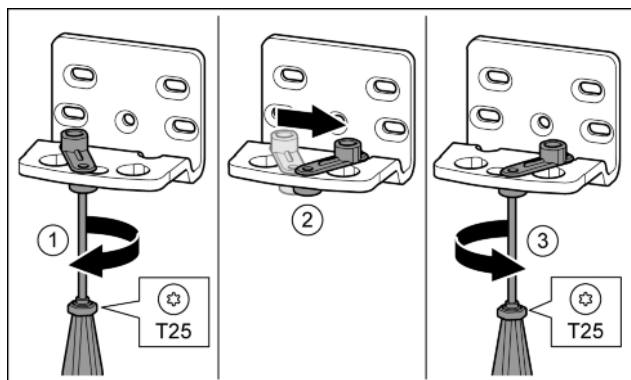

Fig. 17
- ▶ Desfaceți șurubul cu șurubelnița T25. *Fig. 17 (1)*
- ▶ Ridicați dispozitivul auxiliar de închidere a ușii și rotiți-l cu 90° spre dreapta în orificiu. *Fig. 17 (2)*
- ▶ Înșurubați ferm șurubul cu șurubelnița T25. *Fig. 17 (3)*